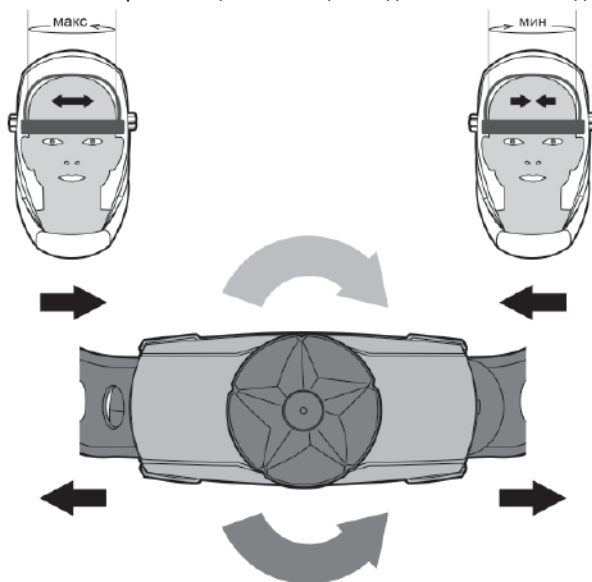

Рис. 7.1. Вертикальная регулировка.
- **Вертикальная регулировка обхвата головы:** нажмите на регулятор (см. рис. 7.1) и поворачивайте рукоять по часовой стрелке, чтобы уменьшить размер наголовника, и против часовой, – чтобы увеличить. Щиток защитный лицевой должен плотно сидеть на голове.